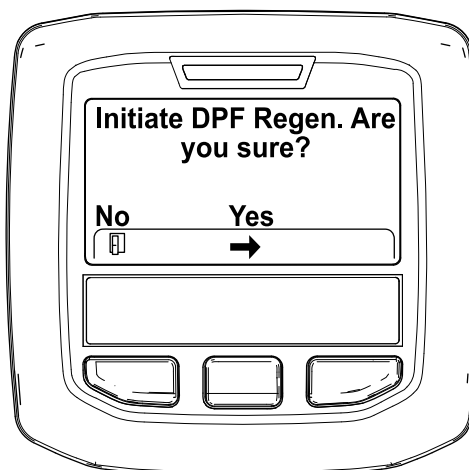

Figura 47
4. Quando viene visualizzato il messaggio "Initiate DPF Regen. Are you sure?" (Inizializzare Rigen. FAP?) premete il pulsante centrale (Figura 47).